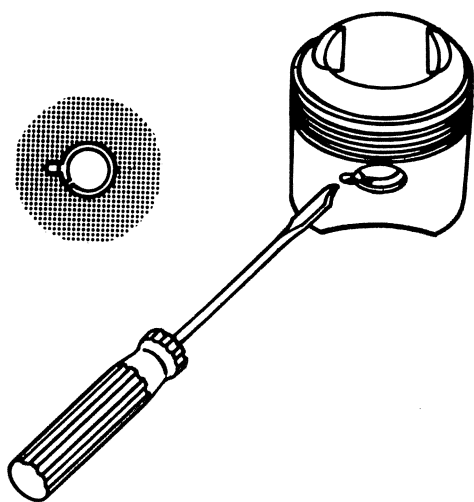

Fig. 24
- Sprengringe des Kolbenbolzens mittels kleinem Schraubenzieher entfernen. Letzterer ist in die zu diesem Zweck vorgesehene Nute einzuführen (siehe Fig. 24)
- Extraire les joncs d'arrêt de l'axe de piston au moyen d'un petit tournevis introduit dans la fente prévue à cet effet (voir fig. 24)